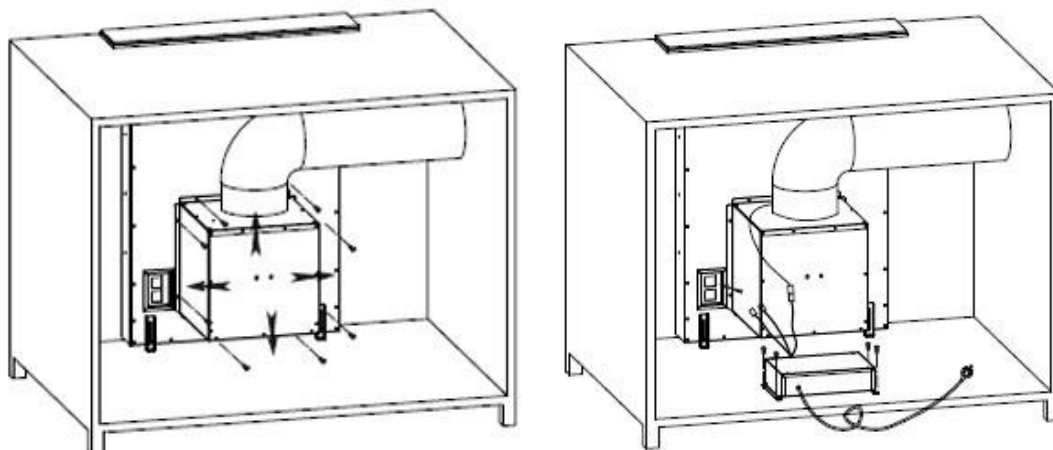
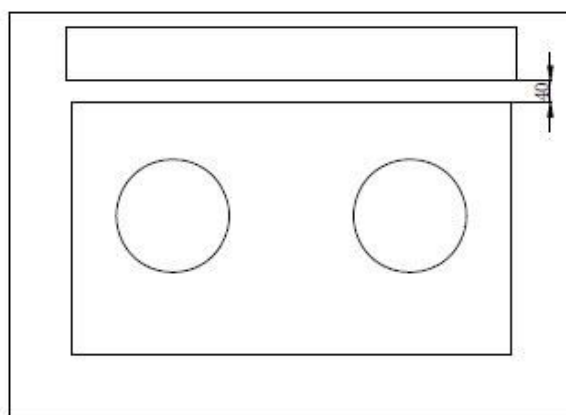

Рис. 5
Рис. 6
4. Закрепите воздуховод на выходе и используйте 4 винта ST4*14 для крепления блока панели управления, подключите питание и завершите установку. (См. рис. 5). Расстояние между краем вытяжки и электрической или индукционной варочной панелью должно составлять не менее 40 мм. (См. рис. 6)